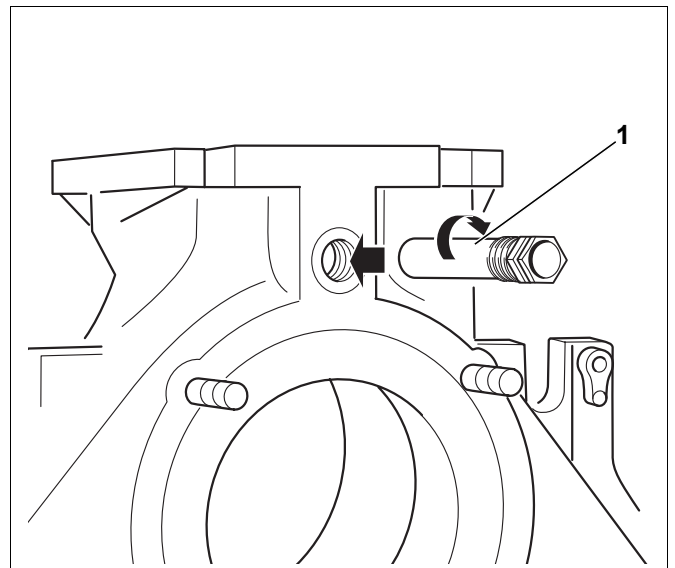

Bild 25 Tauchhülse montieren
- Tauchhülse R $\frac{3}{4}$ von der Kesselrückseite (Länge: 110 mm) in die R $\frac{3}{4}$ Gewindebohrung des Vorlaufanschlusses eindichten (Bild 25, **Pos. 1**).